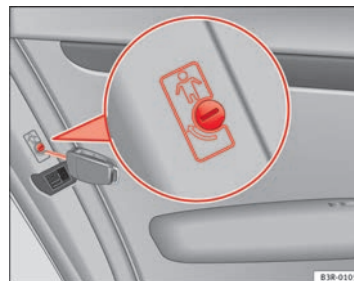

Abb. 77 Kindersicherung der hinteren Türen ▶
- Drehen Sie den Schlüssel in Pfeilrichtung ⇒ Abb. 77.